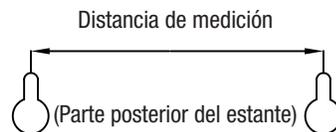

Figura 1
**PASO 2:** Dibuje una línea en la pared con un nivelador para determinar la ubicaciones de los orificios de los tornillos. Mida la distancia que se necesitará entre los tornillos para montar la repisa. Marque las posiciones de los tornillos en las ubicaciones que desea como se muestra en la **Figura 1**.